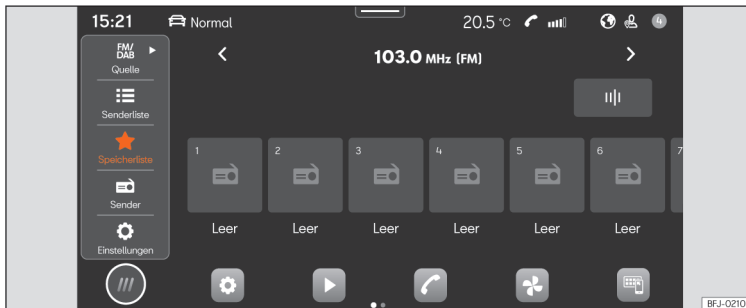

Abb. 131 Schematische Darstellung: Ansicht Radio.
- Drücken Sie **HOME** > >>> **[Abb. 131]**.